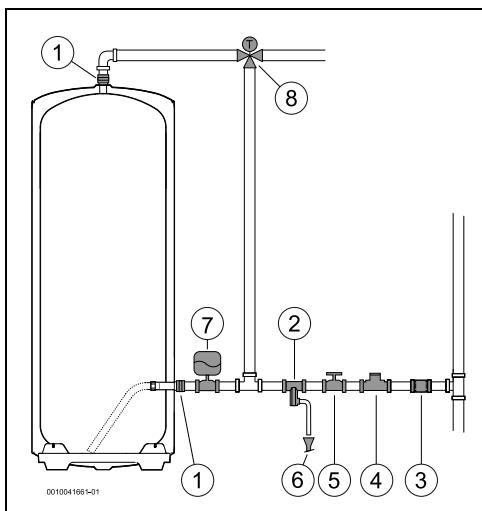

Fig. 7 Ligação de água (300)
- ▶ Fechar a válvula de corte de água (→ Fig. 7, [5]).
- Instalar um regulador termostático (Fig. 7, [8]) no tubo de saída do aparelho se forem utilizados tubos PEX. Deverá ser ajustado de acordo com o desempenho do material utilizado.
- instalar uma válvula redutora (Fig. 7, [4]). A válvula de segurança vai atuar sempre que a pressão da água no aparelho for superior a 8 bar ( $\pm 1$  bar), pelo que é necessário prever uma forma de canalizar o escoamento dessa água.
- instalar um vaso de expansão (Fig. 7, [7]) para evitar que a abertura da válvula de segurança seja tão frequente. O volume do vaso de expansão deve ser o equivalente a 5% do volume do aparelho.